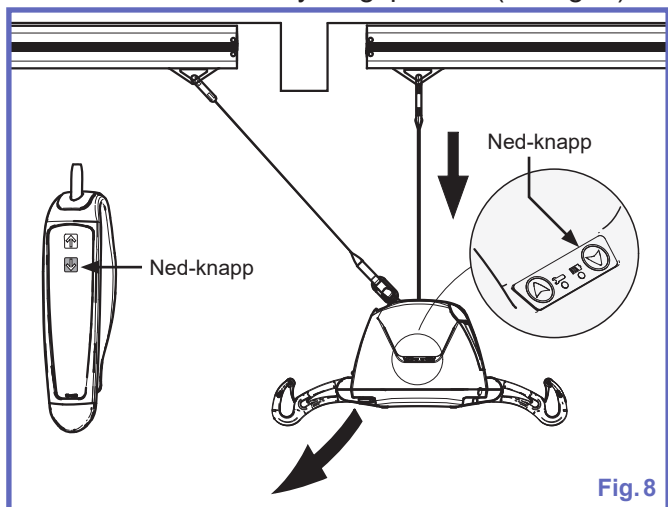

Fig. 8
- 3) Trykk på NED-knappen på håndkontrollen. Løfteren og pasienten blir da trukket langsomt mot det andre forflytningspunktet (se Fig. 8).